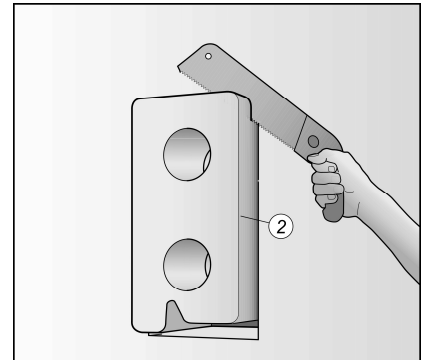

Abb. 7
Beträgt die Wandstärke weniger als 365 mm, so ist der überstehende Mauerkasten (2) an der Außenwandseite mauerbündig abzulängen. Wandstärken größer als 365 mm werden über die Rohre ausgeglichen. (Abb. 7)